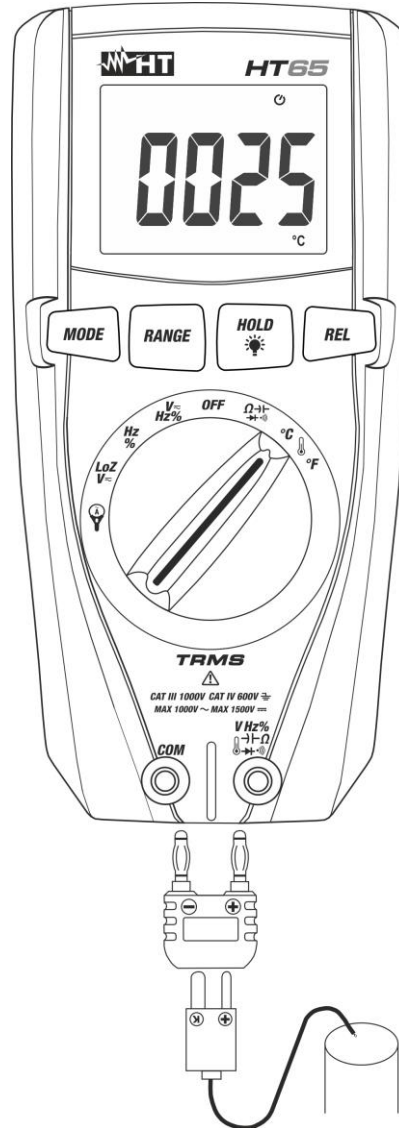

Abb. 9: Verwendung des Gerätes für Temperaturmessung
2. Verbinden Sie den mitgelieferten Adapter in die Eingangsbuchsen  Hz %V →  Ω →  V →  mA (Polarität +) und **COM** (Polarität -) (siehe Abb. 9).